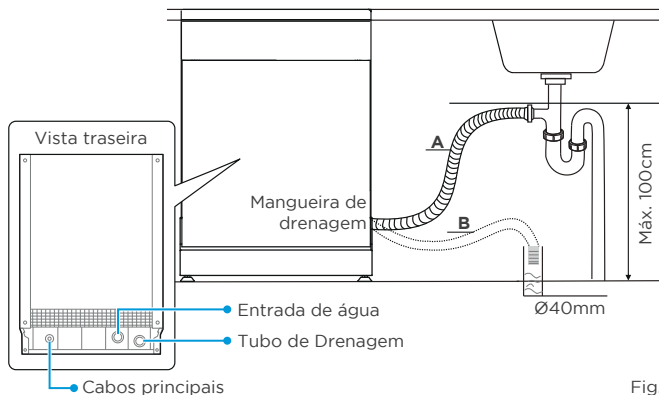

Fig. 3
2. Deve-se ter cuidado para que a mangueira não seja dobrada ou prensada. A ponta livre da mangueira deve ficar com uma altura menor que 100 cm e não deve ser imersa em água para evitar refluxo (Fig. 3, próxima página).